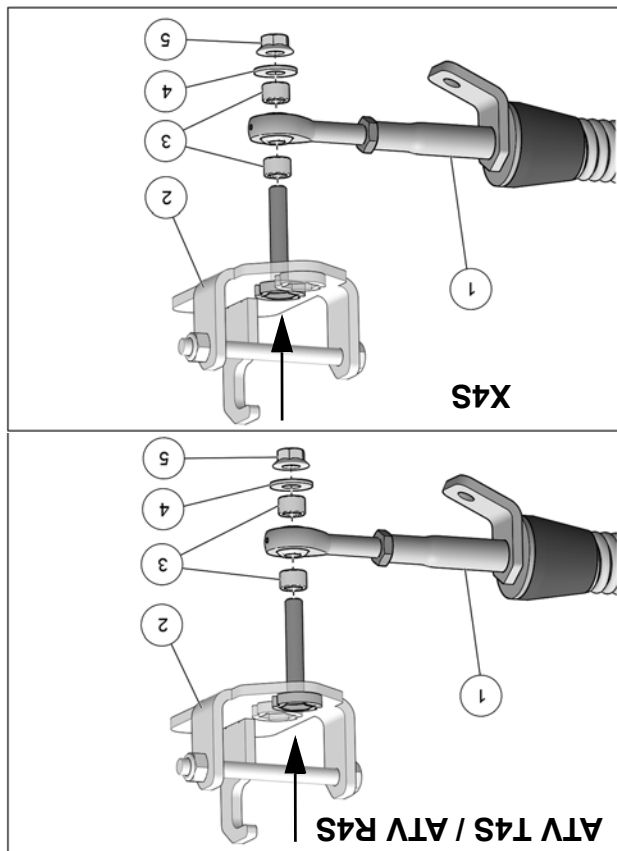

Fig. 10
9. Fixer le bras stabilisateur (1) à l'ancrage de suspension (2) à l'aide des espaceurs (3), de la rondelle (4) et de l'écrin autobloquant (5). Serrer à un couple de 70 N•m [52 lb•pi]. Voir la Fig. 10